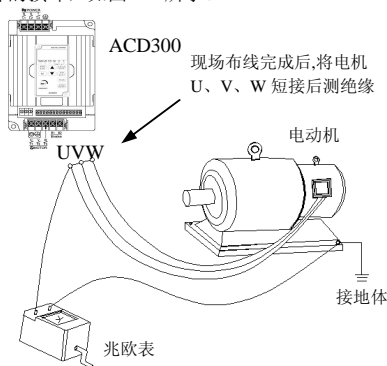

图 1-1 电机绝缘检查示意图
- (1) ACD300 系列变频器为电压型变频器，使用时电机的温升、噪声和振动与工频运行相比较略有增加，属正常现象。
- (2) 如果需要以低速恒转矩长期运行, 必须选用变频器。若使用一般的异步交流电机低速运行时, 应监控电机温度或采取强制散热措施, 以防烧毁电机。
- (3) 减速箱及齿轮等需要润滑的机械装置在长期低速运行时, 可能由于润滑效果变差造成损坏, 请事先采取必要措施。
- (4) 若超过电机额定频率运行时, 除了考虑电机的振动、噪音增大外, 还必须确保电机轴承及机械装置的使用速度范围, 请务必事先确认。
- (5) 对于提升设备和大惯性之类的负载, 变频器常会因产生过流或过压故障而跳闸, 为保证正常工作, 应考虑选配适当的制动组件。
- (6) 应通过端子或其它正常的命令通道对变频器进行起停控制。严禁在变频器输入侧使用接触器等强电开关直接频繁起停操作, 否则会造成设备损坏。
- (7) 如果需要在变频器输出和电机之间安装接触器等开关器件, 请确保变频器在无输出时进行通断操作, 否则可能会损坏变频器。
- (8) 变频器在一定的输出频率范围内, 可能会遇到负载装置的机械共振点, 可设置跳跃频率来避开。
- (9) 使用前, 应确认电源电压在允许的工作电压范围之内, 否则应做变压处理或订购特种变频器。
- (10) 在海拔高度超过 1000 米的条件下, 变频器应降额使用, 每增加 1500 米高度输出电流约降低额定电流的 10%。
- (11) 电机在首次使用或长时间放置后再使用之前, 应做电机绝缘检查。请使用 500V 电压型兆欧表按图 1-1 所示进行检查, 绝缘电阻不得小于 5 M $\Omega$ , 否则有损坏变频器的可能。